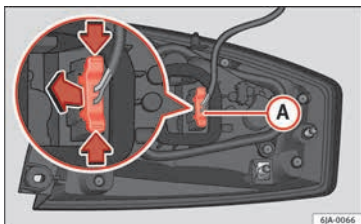

Abb. 99 Leuchtenstecker an der Rückseite der Heckleuchteinheit
- Lösen Sie den Stecker (A) » Abb. 99 der Leuchte, indem Sie die seitlichen Hebel betätigen (Pfeile) und den Stecker nach außen ziehen.